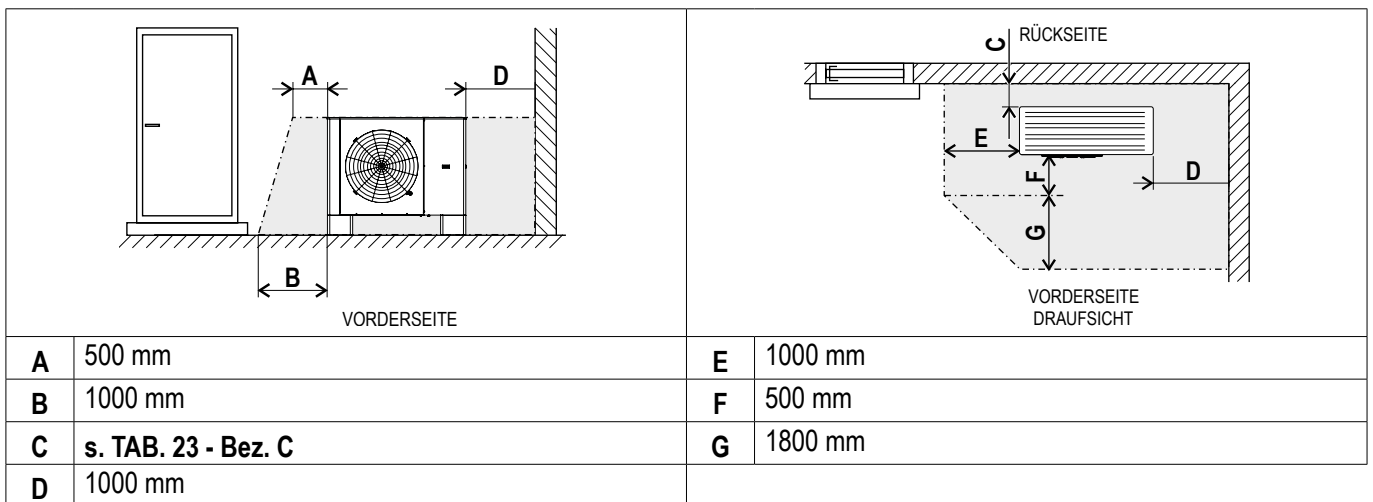

ABB. 36 (Sicherheitsbereich im Falle einer Installation in einer Ecke des Gebäudes)
- 1) Positionieren Sie eine Wasserwaage (**ABB. 36 -Bez. 1**) in Längs- und Querrichtung der Maschine
- 2) Richten Sie mit Hilfe der Muttern (**ABB. 36 -Bez. 2**) die Maschine aus